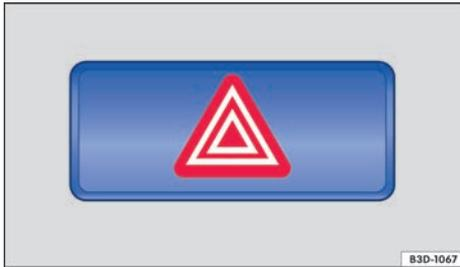

Fig. 29 En la parte superior de la consola central: pulsador para conectar y desconectar los intermitentes de emergencia.
2. Conecte los intermitentes de emergencia con el pulsador  → fig. 29.